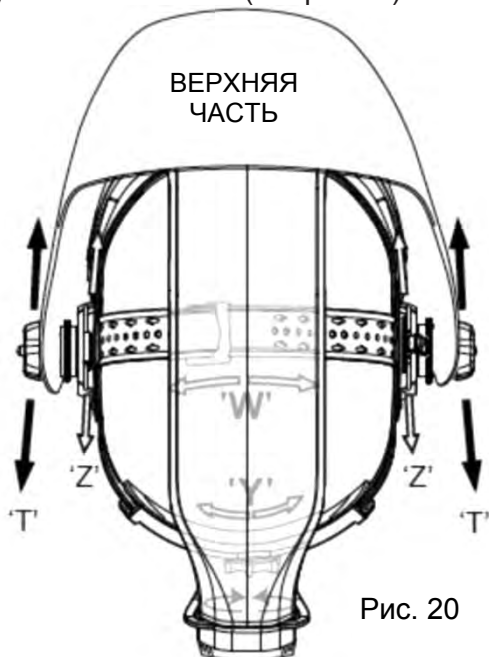

Рис. 20
Общая окружность наголовника может быть увеличена или уменьшена путем поворота ручки на задней стороне наголовника. (см. установку «Y» на рис. 20). Это можно сделать, надев маску на голову и установив правильное натяжение наголовника, чтобы маска надежно держалась на голове без чрезмерного затягивания.
- Если наголовник находится слишком высоко или слишком низко на голове, отрегулируйте ремень, который проходит над верхней частью головы. Для этого отпустите конец ленты, выдвинув стопорный штифт из отверстия в ленте. Сдвиньте две части ленты, установив нужную ширину, и вставьте стопорный штифт в ближайшее отверстие. (См. параметр «W» на рис. 20).
Шаг 1: Открутите контргайку (см. «Т» на рис. 20), чтобы отрегулировать расстояние между маской и лицом в нижнем положении.
Шаг 2: Ослабьте контргайку с обеих сторон маски и передвиньте ее ближе или дальше от лица. (См. параметр «Z» на рис. 20). Важно, чтобы ваши глаза находились на одинаковом расстоянии от защитного стекла. В противном случае эффект затемнения может оказаться неравномерным.